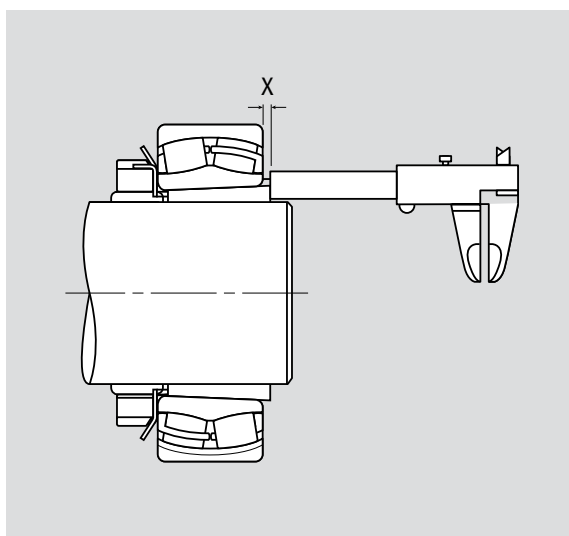

Рис. 3
5. Измерьте размер „X“, как показано на Рис. 3.